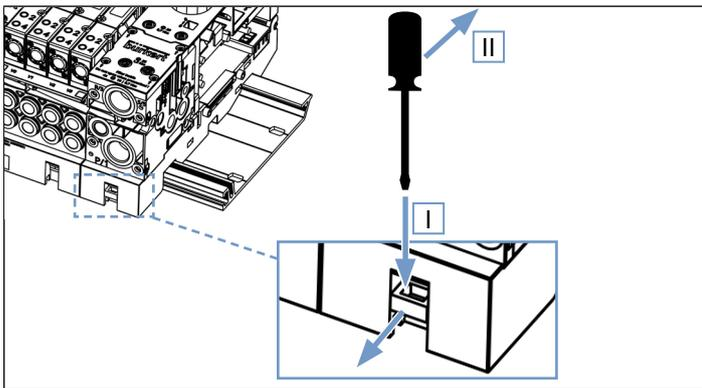

图24: 操作解锁滑块
- 在右侧连接片上借助一字螺丝刀嵌入解锁滑块（参见“图24”）(I)，并借助倾斜运动 (II) 将滑块撬出约 2 至 3 mm。这样将解锁卡在右侧的端子模块。